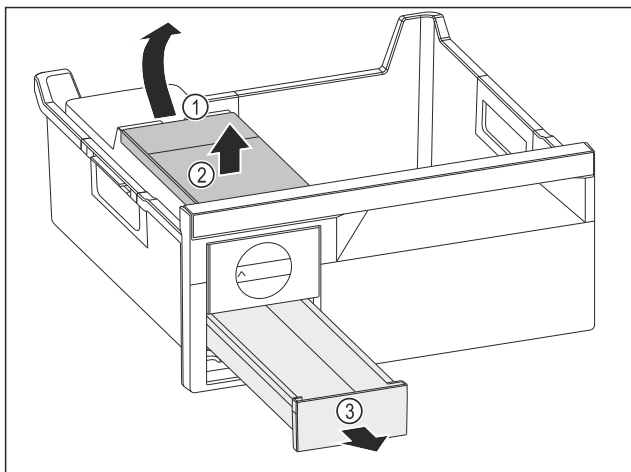

Fig. 143
- ▶ 取出水箱：从凹槽 Fig. 143 (1) 抬起水箱。
- ▶ 朝上取出水箱 Fig. 143 (2)。
- ▶ 朝前取出冰块抽屉 Fig. 143 (3)。